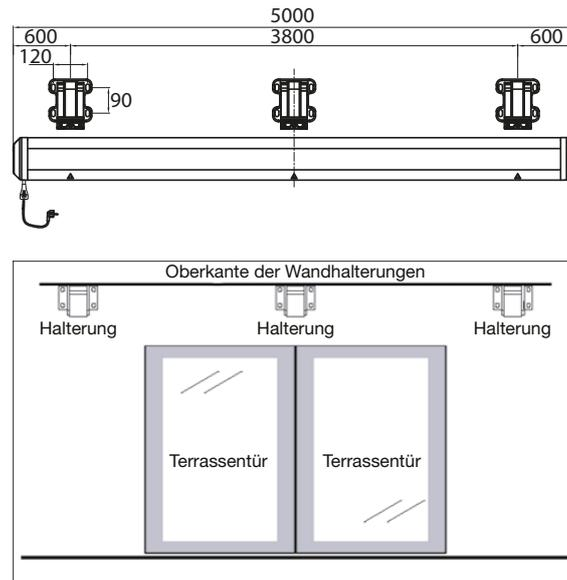

Bild 2
4. Messen Sie die ermittelte Lage der Halterungen aus und übertragen Sie sie auf die Montageebene (Wand). Zeichnen Sie mithilfe eines langen Lineals eine waagerechte Linie an (Bild 2). Die richtige Montage der Halterungen an der Wand ist äußerst wichtig, weil auf das Tragerohr ein enormes Gewicht durch die Markise zukommt.